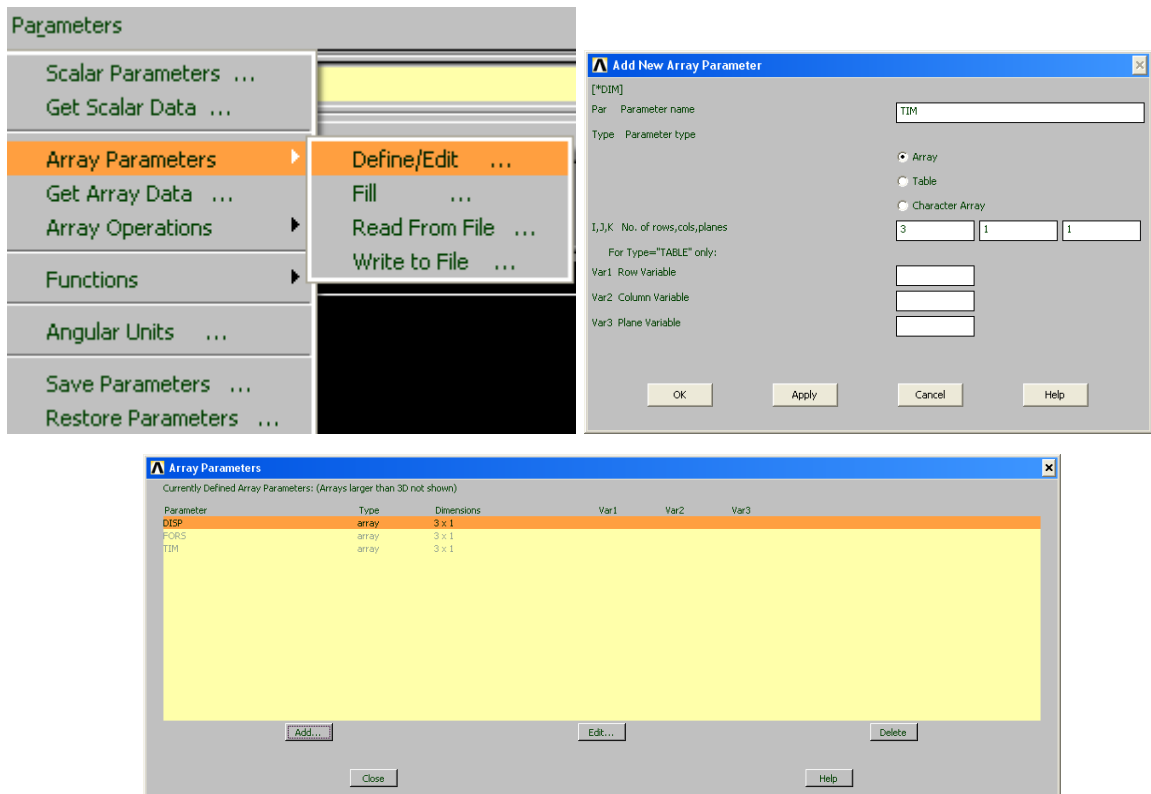

Рисунок 4.10. Последовательность действий при создании трех массивов
10. Для задания движения инструмента должны быть созданы три массива: время, изменение усилия выталкивателя и перемещение пуансона (рис. 4.10).